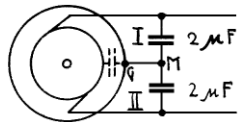

Abb. 2. Eine neue, besonders einfache und sehr Platz sparende Störfreimethode verwendet zwei Blockkondensatoren geeigneter Größe
Schaltung bis jetzt unterlassen.) Im Gegensatz zu der Drosselschaltung benutzt diese Schaltung nur Kondensatoren. In Abb. 2 ist dieselbe schematisch wiedergegeben. Wie ersichtlich, werden dabei die Speiseleitungen des Motors durch zwei in Serie geschaltete Kondensatoren überbrückt und der Mittelpunkt M der Verbindungsleitung mit dem Gehäuse G des Motors verbunden. Die Kondensatoren haben dabei eine Größe von je 2 MF; Versuche haben ergeben, daß mitunter auch schon solche bis 0,1 MF herab ausreichen. Die Prüfspannung soll, um einen Durchschlag der Netzspannung zu verhindern, ein Vielfaches der Netzspannung betragen; 500 bis 1000 Volt sind als Prüfspannung der Kondensatoren ausreichend. Am besten benutze man einen Kondensatorblock, in dem zwei gleiche Kondensatoren bereits in Serie geschaltet und in ein gemeinsames Kästchen zusammengebaut sind. Für die gute Wirksamkeit der Schaltung ist wesentlich: gute Anschlußkontakte, möglichst kurze Verbindungsleitung vom Gehäuse G nach dem Mittelpunkt M. Wurde z. B. die letztere nur auf 3 m vergrößert, dann wirkte die Schaltung fast nicht mehr störfreidend. Auch Widerstände in der Mittelleitung setzen schnell die Wirksamkeit der Schaltung herab. Darum muß auch der Anschluß am Gehäuse gut metallisch und ohne Übergangswiderstände durchgebildet sein. Verfasser hat die Schaltung an einer Reihe von stark störenden Motoren auch im Verein mit der hiesigen Funkhilfe in Fabrikbetrieben angewandt und bis jetzt noch keinen Versager gefunden. Anfängliche Versager ergaben sich nur dann, wenn der Kollektor des Motors starke Verölung und sonstige Verschmutzung aufwies. Wurden dieselben wie oben angegeben beseitigt, dann unterband die Kondensatorschaltung ebenso wirkungsvoll wie die Drosselschaltung die Reststörungen.²⁾
2) Eine theoretische Erklärung für die Wirksamkeit der Schaltung ist ebenfalls möglich: Beachtet man, daß die Ankerwicklung gegen das Motorgehäuse eine ziemlich große Kapazität besitzt, dann kann man sich, wie Abb. 2 zeigt, die Schaltung in zwei geschlossene Schwingkreise, I und II, zerlegt denken. Eventuell entstehende Hochfrequenzschwingungen bleiben dann auf diese beiden Schwingkreise beschränkt und verlieren durch Dämpfung in denselben ihre Energie.
Es sei zum Schluß noch darauf hingewiesen, daß Störfreimethoden mit Hilfe von Kondensatoren schon seit Jahren bekannt sind. Eine Schaltung beschränkt sich auf die bloße Überbrückung der beiden Speiseleitungen, eine andre benutzt ebenfalls wie in Abb. 2 zwei in Serie geschaltete Kondensatoren, legt jedoch den Mittelpunkt M nicht an das Gehäuse des Motors sondern an Erde. Besonders die letztere Schaltung wird heute vielfach von Firmen, die Kondensatoren fabrizieren, propagiert. Die Erfahrung hat jedoch gezeigt, daß leider beide Schaltungen auch recht häufig versagen. Darum sind die Kondensatorschaltungen in den letzten Jahren stark in Mißkredit gekommen. Verfasser hat durch viele methodische Versuche an störenden Motoren festgestellt, daß auch in solchen Fällen, in denen die letztgenannten älteren Schaltungen vollständig versagten, die neue verbesserte Schaltung die Störungen restlos beseitigte. Der springende Punkt scheint somit nicht allein kapazitive Überbrückung der beiden Speiseleitungen untereinander, sondern auch die kapazitive Überbrückung der Speiseleitungen gegen das Motorgehäuse zu sein. Es sei noch bemerkt, daß mitunter auch die alleinige kapazitive Überbrückung einer der beiden Speiseleitungen gegen das Gehäuse ausreicht. Welche von den beiden Speiseleitungen dann benutzt werden muß, läßt sich in jedem Einzelfalle nur durch den Versuch feststellen. Allerdings wirkt doch die vollkommenere Schaltung nach Abb. 2 kräftiger und sollte daher in der Regel angewandt werden.